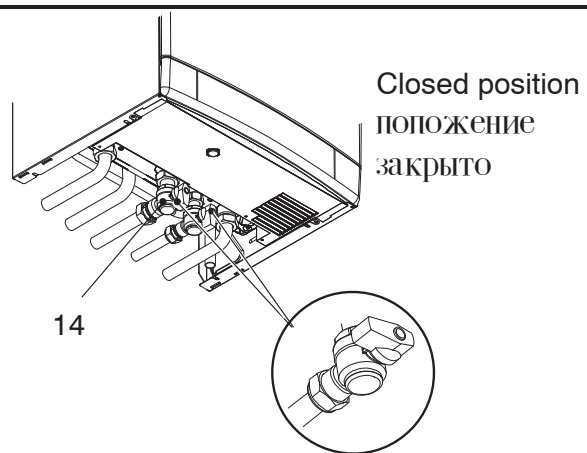

Fig. 2-11
2. Shut off the gas supply cock 14 and the cocks for the water circuits fitted under the boiler (Fig. 2-11).
2. Перекройте кран подачи газа 14 и краны водяных контуров, расположенные под котлом (рис.2.11)
shut off the taps positioned under the boiler (Fig. 2-11) and call an Authorised Service Centre Engineer.
Перекройте краны, расположенные под котлом (рис. 2.11) и обратитесь в Авторизованный сервисный центр.